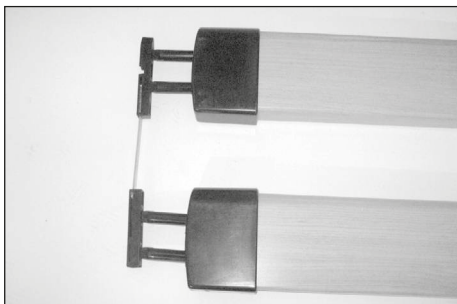

Fig. 52
- Inserire i pattini in plastica come elemento di collegamento delle sponde da un lato e dall'altro prestando attenzione a far rimanere la parte triangolare a punta per lo stesso verso del lato stonato sulla sponda (Fig.52)